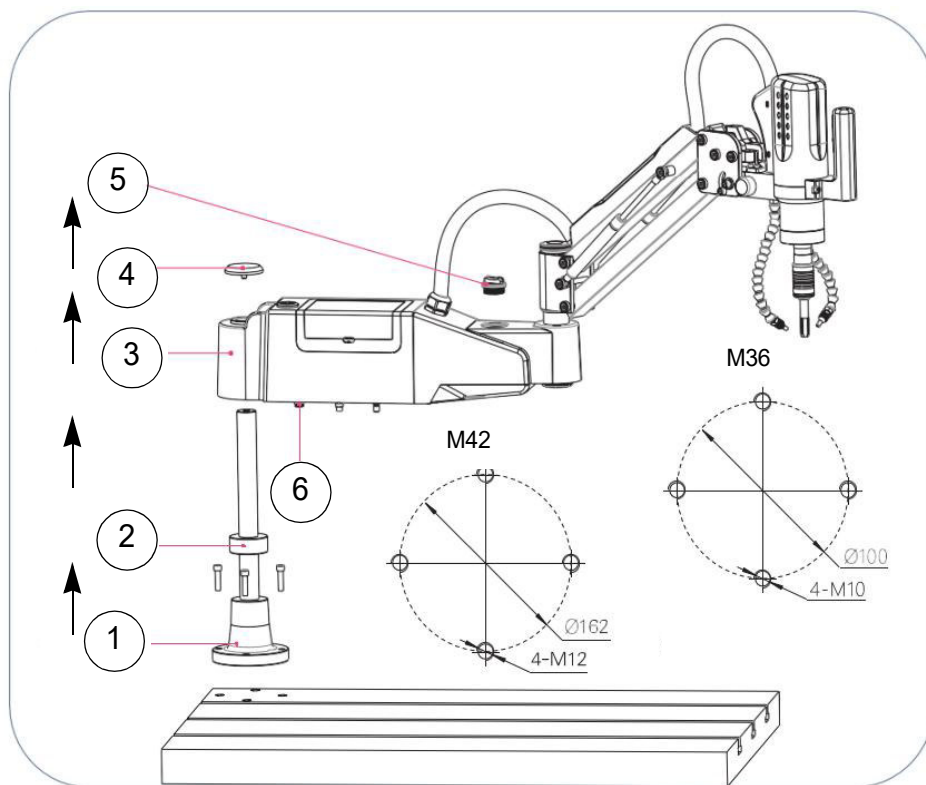

Abb. 5-2: Befestigungslöcher für den Maschinenträger
- ➔ Maschinenträger montieren. Richten Sie den Maschinenträger an den Schraubblöchern des Arbeitstisches aus und montieren Sie die vier Schrauben. Wenn Sie keinen METALLKRAFT-Arbeitstisch gekauft haben, müssen Sie vier Befestigungslöcher auf dem Arbeitstisch selbst bohren (s. Diagramm „Befestigungslöcher für den Maschinenträger“, Abb. 5-2).